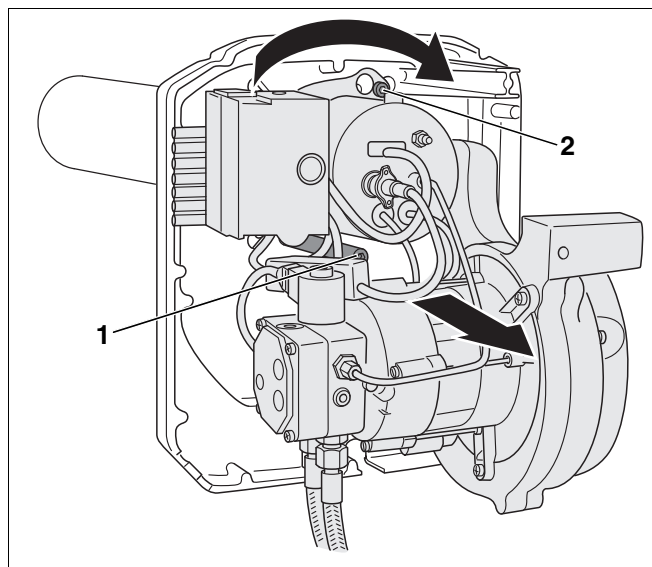

Abb. 18 Brennergehäuse demontieren
- Schrauben der Bajonettbefestigung (Abb. 18, **Pos. 1** und **2**) lösen (nicht vollständig herausdrehen) und nach leichter Rechtsdrehung (Abb. 18) Brenner von der Brennerrückwand abnehmen.